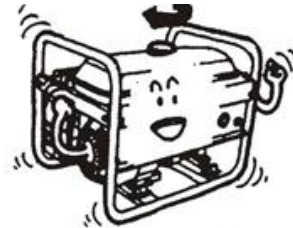

Рис. 16
3.2.4 Закрутіть назад ковпачок паливного патрубку та добре затягніть його (Рис. 16).